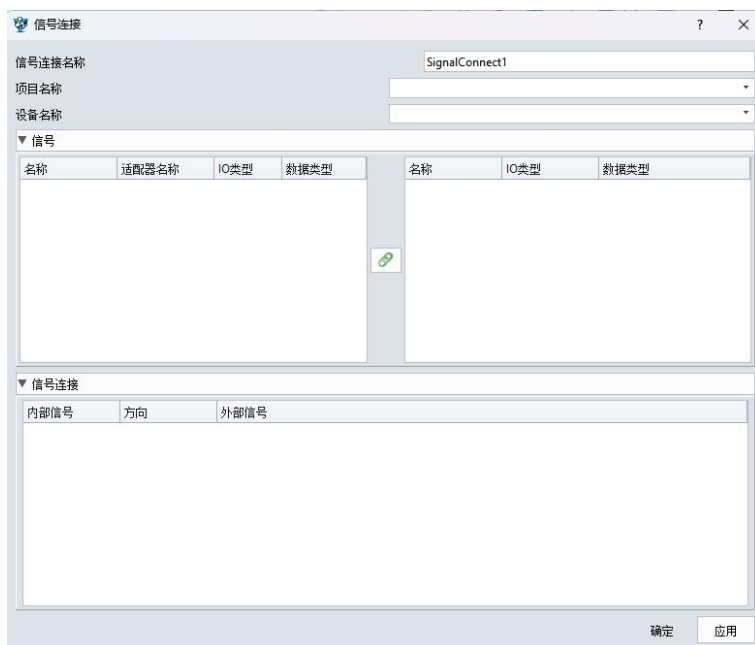

图 3-22：信号连接
**信号连接：** 将内部信号与外部信号连接，并通过外部设备上的外部信号控制内部信号，以查看机器人的仿真效果（图 3-22）。